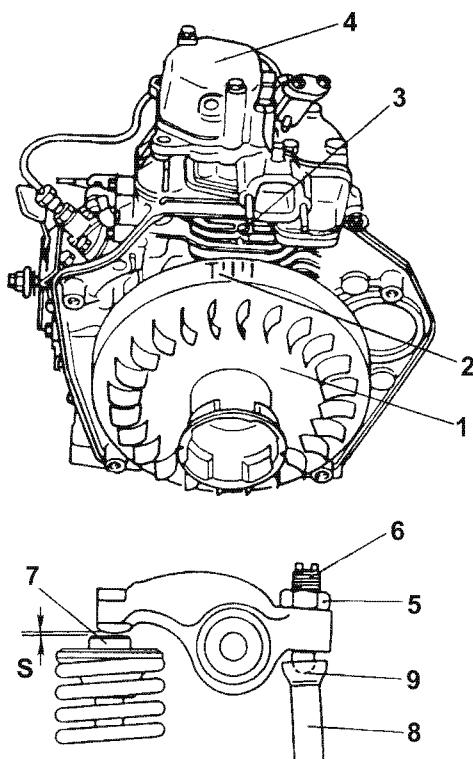

Рис. 43
1. Снимите корпус вентилятора и поверните маховик в положение, когда поршень находится в верхней мертвой точке сжатия (установите отметку T (Рис. 43, (2)) на маховике соответственно пазу (Рис. 43, (3))).
2. Снимите крышку (Рис. 43, (4)).
3. Выкрутите стопорную гайку (Рис. 43, (5)) коромысла клапана и регулировочный винт (Рис. 43, (6)).
4. Вставьте щуп для измерения зазоров (0,15 мм) в зазор S головки впускного/выпускного клапана (Рис. 43, (7)) и отрегулируйте зазор регулировочным винтом.
6. Используйте моторное масло для смазки соприкасающихся поверхностей (Рис. 43, (9)) штока толкателя клапана (Рис. 43, (8)).